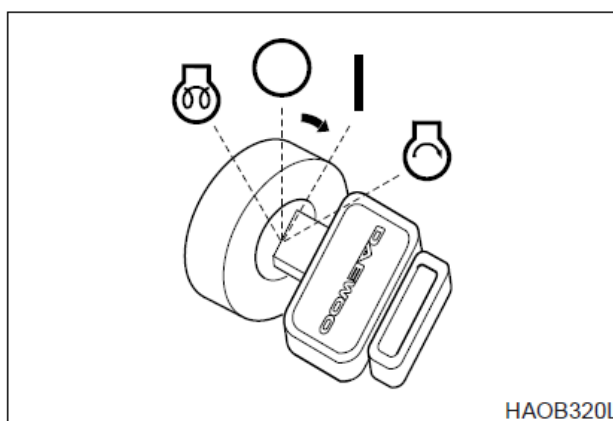

Рис. 4
- Повернуть ключ стартера в положение "I" (Включен), рис. 4. Проверить все световые индикаторы. Через 2 секунды все световые индикаторы, кроме перечисленных ниже, должны выключиться.